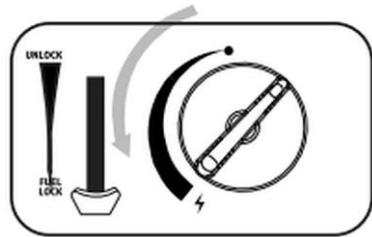

Fig. 9
1. Drej derefter drejeregulatoren (17) helt mod uret til tændingspositionen (18) og hold den i denne position i et par sekunder, indtil tændingen klikker. (Fig. 9)